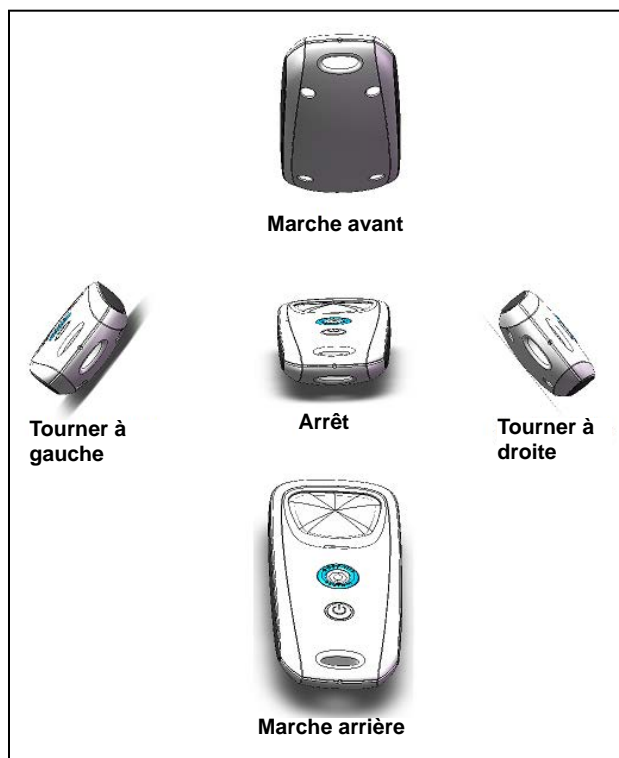

Figure 21. Commandes directionnelles de la télécommande
- Pour commander le robot, orienter la télécommande vers le robot dans l'eau et la tourner tel qu'illustré dans la Figure 21.